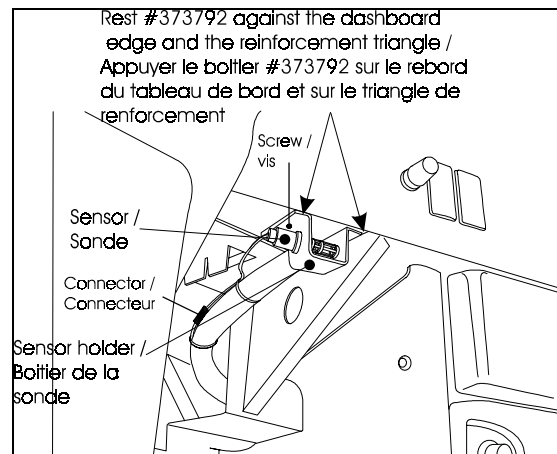

FIGURE 3 : VUE SOUS LE TABLEAU DE BORD 22205
6. Fixer le boîtier #373792 de la sonde sous le tableau de bord à l'aide de 2 vis #500638. Il est nécessaire d'effectuer un pré-perçage avec un foret  $\varnothing 1/8"$ . Voir la figure 3 pour le positionnement du boîtier.
8. Insérer la sonde #563063 dans le boîtier (figure 3).